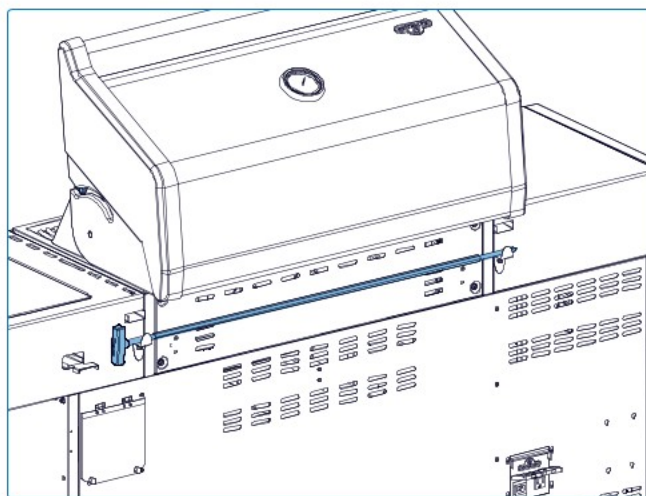

Abb. 11
- Bewahren Sie die Drehspeißkomponenten in den vorgesehenen Halterungen im Unterschrank und den Speißstab an der Rückseite des Grills auf (**Abb. 11**). So bleiben alle Teile sicher, wettergeschützt und für den nächsten Einsatz griffbereit. Achten Sie darauf, dass sie vor dem Verstauen sauber und trocken sind, um Korrosion zu vermeiden.